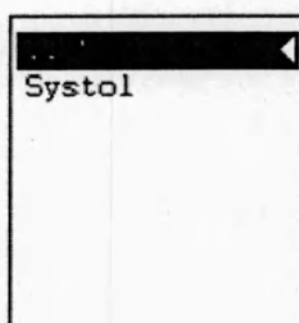

Рисунок 4.30.5
- 3) Измерение артериального тока крови (**Aortic**) включает в себя определение максимальной скорости и максимального перепада давления (систолический артериальный ток крови) (**Systol**) (см. меню на рис. 4.30.5).